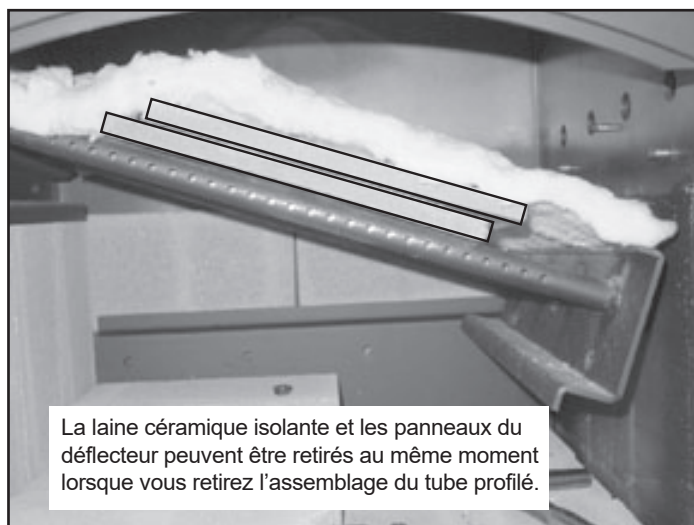

Figure 27.1
2. La plaque-défecteur est en 2 parties. Avec la laine céramique en place, glissez une des parties du déflecteur par-dessus l'autre tout en gardant tous les composants dans la boîte à feu (**Figure 27.1**).